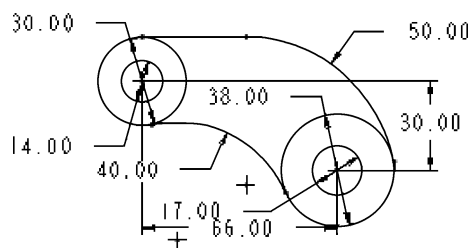

图 3-114 修剪出头线
(15) 单击【草绘器工具】工具栏中的【删除段】按钮，单击直线出头部分，修剪出头线，如图3-114所示。